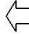

**Figure3. Panneau principal du moteur**
**Localisateur de défaut de câble TDRL-901 comprenant le moteur principal, les lignes de test et les documents. Moteur principal comme ci-dessous Figure 3:**